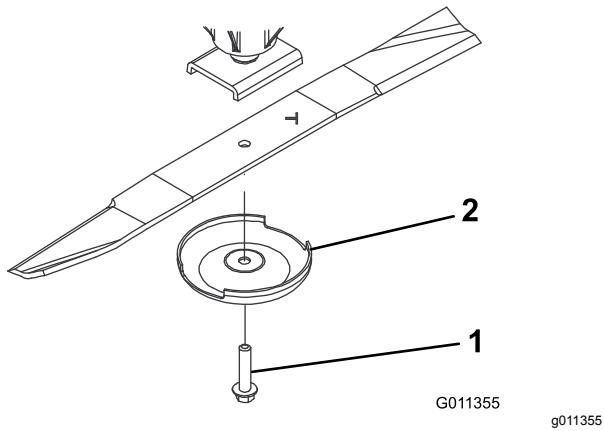

Рисунок 71
2. Возьмитесь за конец ножа рукой в перчатке на толстой подкладке или через слой ветоши. Снимите болт ножа, защитный колпак и нож с вала шпинделя (Рисунок 71).
3. Установите нож полотном в направлении режущей деки вместе с крышкой предотвращения повреждения почвы и болтом ножа (Рисунок 71). Затяните болт ножа с моментом 115-149 Н·м.